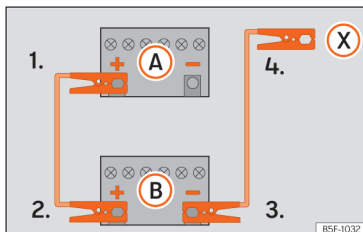

Abb. 45 Anschlusschema für Fahrzeuge ohne Start-Stopp-System.
zeugs mit der entladenen Fahrzeugbatterie (A) » Abb. 45.
3. Klemmen Sie das andere Ende des roten Starthilfekabels an den Pluspol (+) des Strom gebenden Fahrzeugs (B).
- 4a. Bei Fahrzeugen ohne Start-Stopp-System: klemmen Sie ein Ende des schwarzen Starthilfekabels an den Minuspol (-) des stromgebenden Fahrzeugs (B) » Abb. 45.